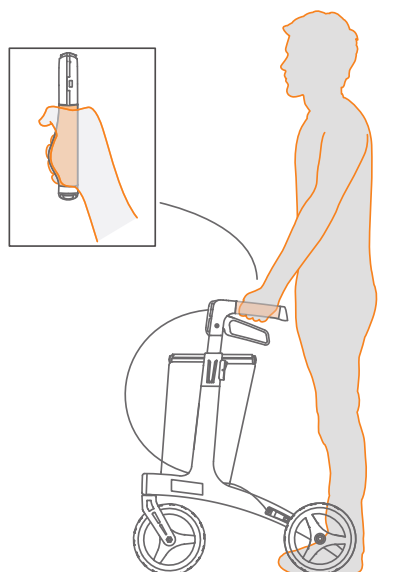

Figure 2: Position correcte des mains.
- Positionnez toujours vos mains au centre des poignées en caoutchouc. Vous pouvez reconnaître l'emplacement correct grâce à la forme anatomique des poignées (**Figure 2**).